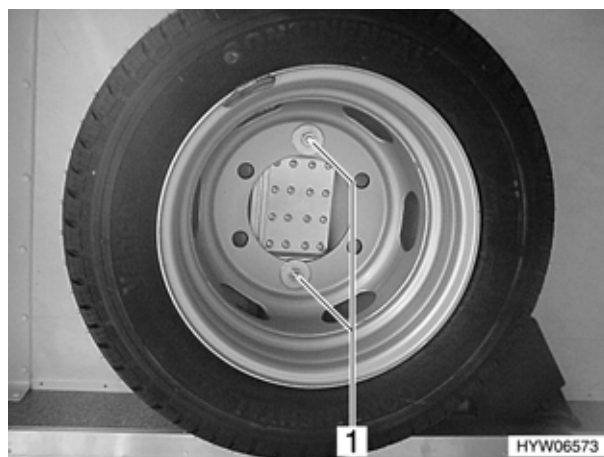

Fig. 207 Ruota di scorta nel gavone di coda (variante 2)
- Svitare i due bulloni (Fig. 207,1) con una chiave per dadi di fissaggio ruota.